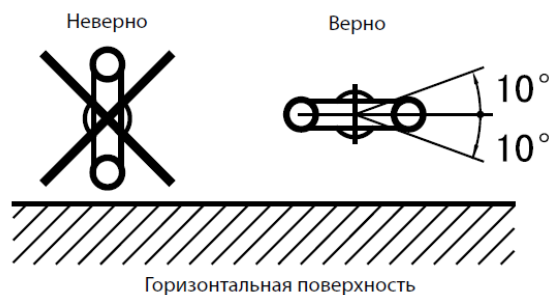

Рисунок 6.5 – Горизонтальный монтаж рефнета
- необходимо правильно располагать их в пространстве. Тройники должны монтироваться либо горизонтально, либо вертикально. При горизонтальном монтаже не допускается отклонение плоскости рефнета (образуемой осями выходных патрубков) более чем на 10% от горизонтали (см. рисунок 6.5). Неправильная установка может привести к выходу из строя ККБ: